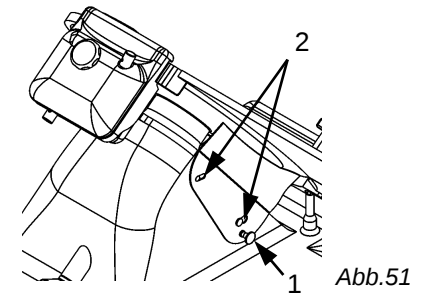

Abb.51
6.2.3 - Reinigung des Scheibenhalters (Abb.51)